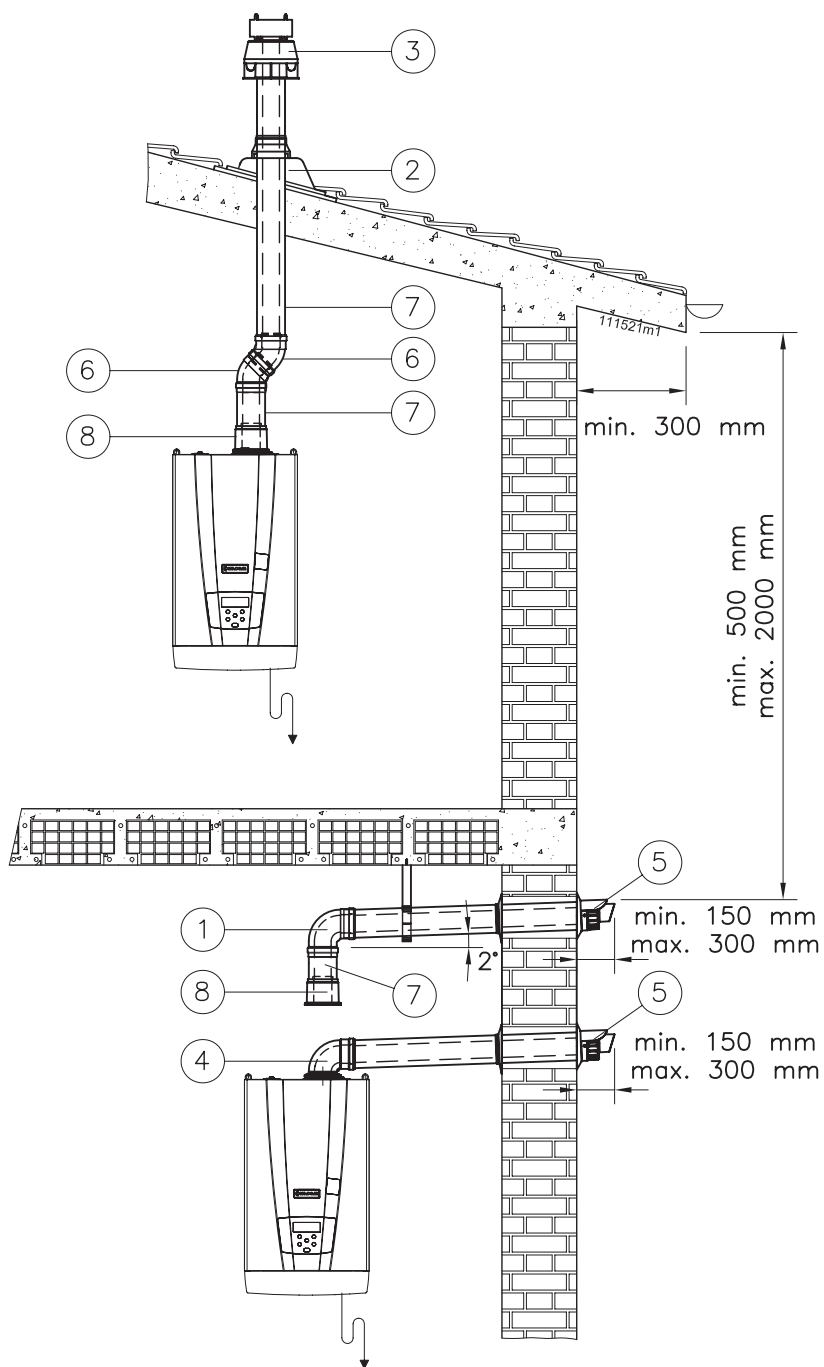

Figura 5.25 - Esempi di installazione condotto coassiale
**ATTENZIONE !!! Una volta eseguite queste operazioni verificare che il terminale di scarico/aspirazione sia esposto all'esterno con le tolleranze date in Figura 5.25**
**ATTENZIONE !!! Una volta eseguite queste operazioni verificare che il terminale di scarico/aspirazione sia esposto all'esterno con le tolleranze date in figura 5.25**
Quando si esegue uno scarico coassiale (vedi Figura 5.25), sia verticale sia orizzontale, è indispensabile pendere il condotto di scarico verso l'alto in modo da fare defluire la condensa all'interno della caldaia.